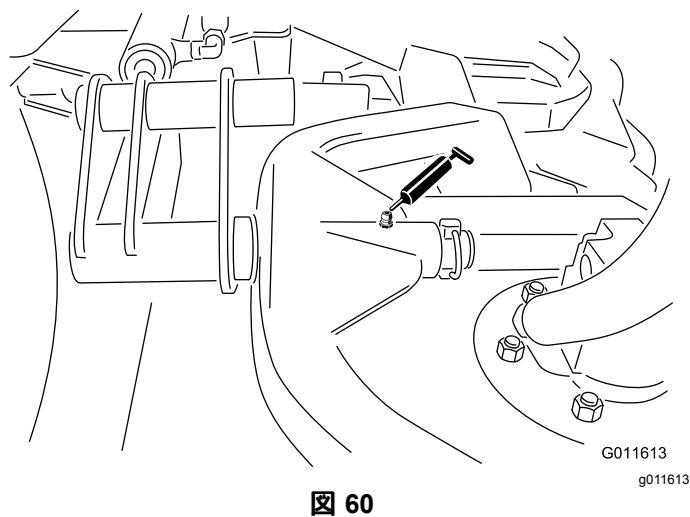

図 60
- カuttingユニットのキャリアフレームのピボット各1ヶ所一 図 60